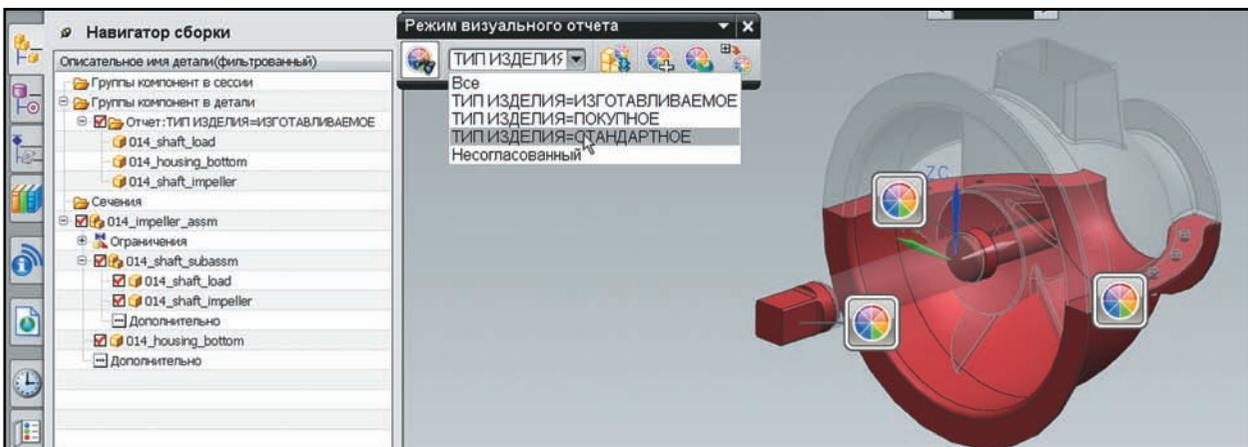

Рисунок 11.10. Режим изучения отчетов
- Перейдите в **Навигатор сборки** и нажмите кнопку **Изучить отчет (Explore Report)** на появившейся панели. Это включит режим просмотра текущего отчета (рис. 11.10).